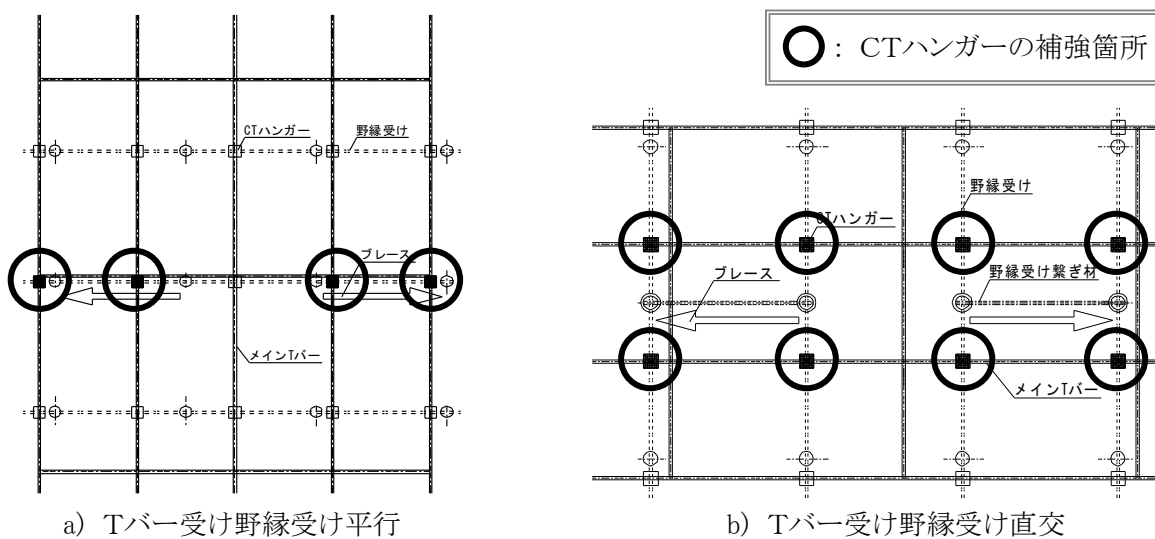

図2-7-7 ブレース下部周辺部詳細 逆ハの字配置の場合
- ・メインTバーと直交する(Tバー受け野縁受けにブレースが取付く)方向はTバー受け野縁受けのブレース下部がつく周辺4箇所(図 2-7-7 参照)